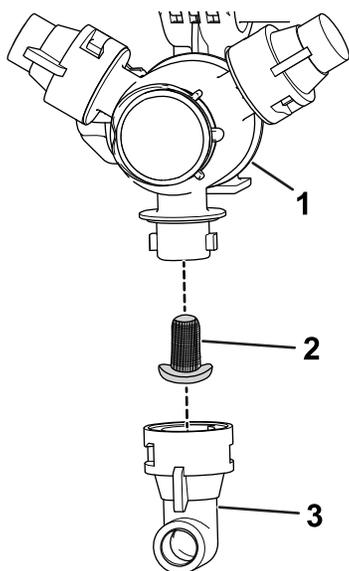

図 62
2. タレットからノズルを外す 図 62。
4. 新しいノズルフィルタを取り付ける 図 62。
5. タレットにノズルを取り付ける 図 62。
3. 古いノズルフィルタ 図 62を外す。